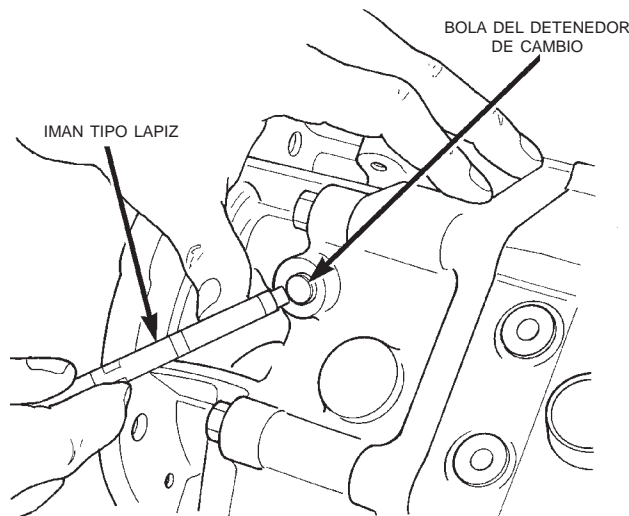

Fig. 44 Instalación de bola del detenido
(16) Instale la bola del detenedor de cambio en la abertura del detenedor de la caja (Fig. 44).